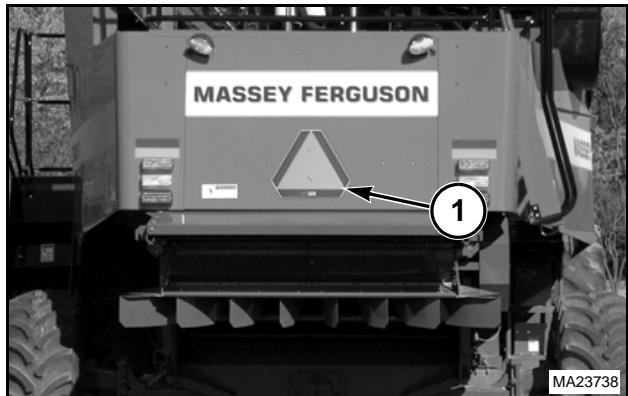

FIG. 480
FIG. 480: El triángulo de advertencia (1) para vehículos lentos, ubicado en el capó trasero de la cosechadora, es invertido para transporte. Instale el triángulo, como se muestra, utilizando dos tornillos usinados de 10 x 38", arandelas de traba y tuercas.